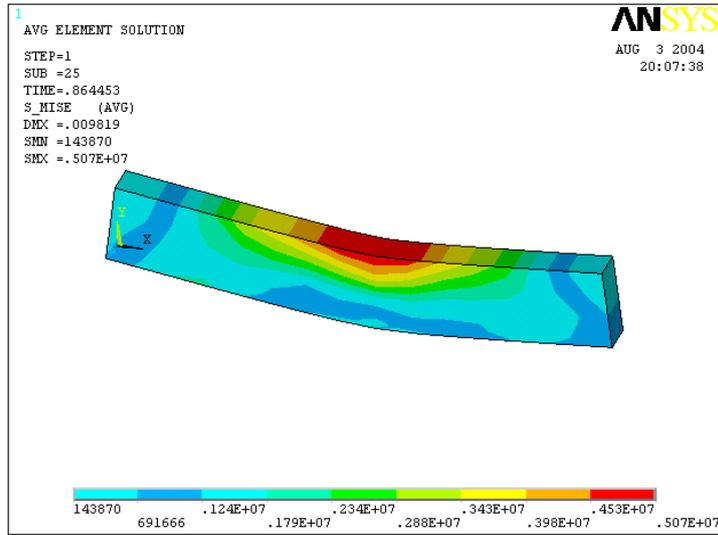

图6.32 单元表等值线图
(2) 在【Item to be plotted】下拉列表框中选择要显示的单元表名称，如【S_MISE】；在【Average at common nodes】下拉列表框中选择【Yes - average】，表示在公共节点处平均结果。然后单击【OK】按钮即可图形显示单元表数据，如图 6.32 所示。